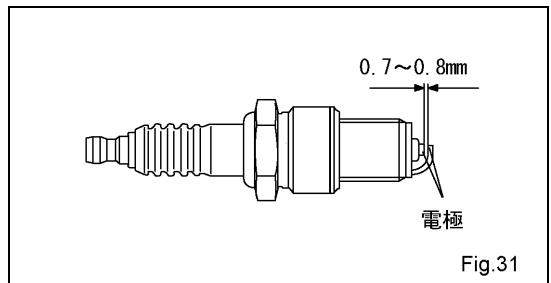

Fig.31
(1) プラグキャップを点火プラグより外し、プラグレンチで点火プラグ(21mm)をエンジンより取り外します。
(2) 電極についている“すす”や“湿り”をワイヤブラシ等で取り除いて下さい。
(3) 電極の磨耗や点火プラグ各部に破損がないかどうかを点検して、必要に応じて新品の同じ型式の点火プラグと交換して下さい。
(4) 電極間のすき間の整備値は0.7~0.8mmです。(Fig.31)
(5) 点火プラグを手で仮付けしてから23N·m(2.3kgf·m)のトルクで締め付けて下さい。